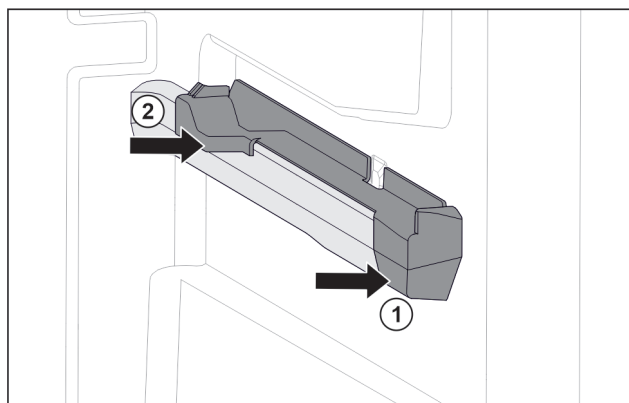

Fig. 76 Påsætningsdel på den højre beholderist
- Sæt den forreste del af påsætningsdelen på beholderisten. Fig. 76 (1)
► Tryk den bageste del af påsætningsdelen på. Fig. 76 (2)